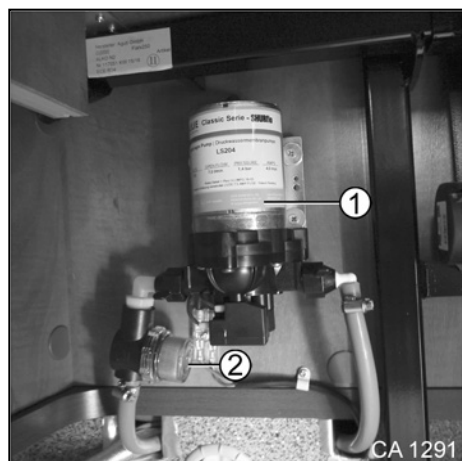

Fig. 160 Pompe à eau
- Si lors de la première mise en service de la pompe à eau (Fig. 160/1), le réservoir d'eau fraîche n'est pas nettoyé, des copeaux résiduels provenant de la production risquent d'endommager la pompe à eau (Fig. 160/1).
- Avant la première mise en service de la pompe à eau (Fig. 160/1), bien rincer le réservoir d'eau fraîche !
1. Tourner le recouvrement (Fig. 160/2) du préfiltre dans le sens horaire et le tirer vers le bas.
3. Enficher le recouvrement (Fig. 160/2) sur le préfiltre et le tourner dans le sens anti-horaire.